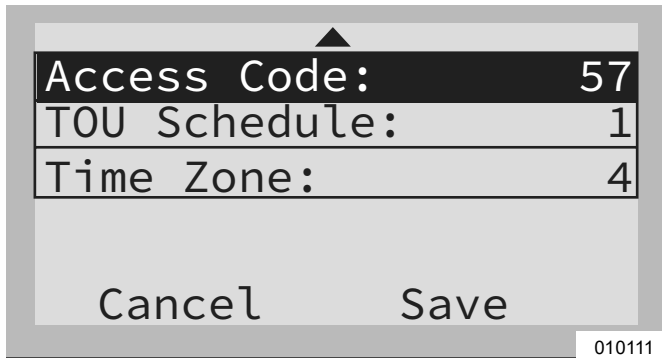

Figura 6-13. Configuración del programa TOU (3 de 4)
- Consulte la Figura 6-13. Use las flechas hacia arriba y hacia abajo para resaltar Access Code (Código de acceso) y presione el botón central para seleccionar.